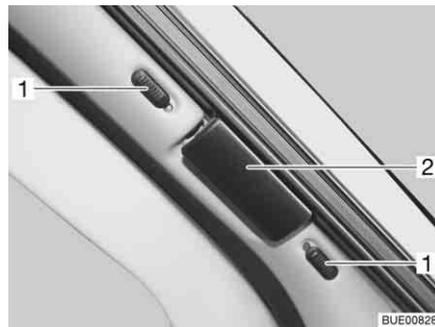
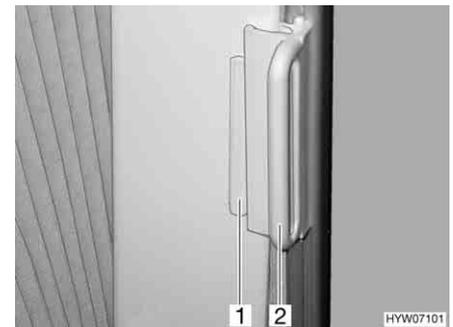

Bild 71 Faltverdunklung für die Frontscheibe
Bild 72 Faltverdunklung für Fahrerfenster und Beifahrerfenster
- An der Faltverdunklung für die Frontscheibe die Verriegelungsknöpfe (Bild 71,1) nach oben bzw. nach unten schieben. Wenn der rote Punkt sichtbar ist, ist die Verriegelung offen.
- Die Faltverdunklungen am Griff (Bild 71,2 und Bild 72,2) fassen und vorsichtig zuziehen, bis der Magnetverschluss die Faltverdunklung geschlossen hält.
- An der Faltverdunklung für das Fahrerfenster und das Beifahrerfenster den Griff (Bild 72,2) auf den Aufsatz (Bild 72,1) schieben. Die Faltverdunklung ist gesichert.